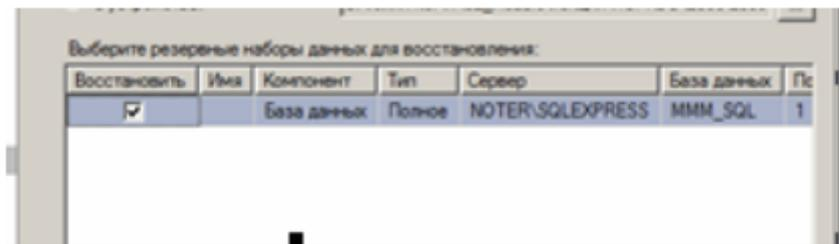

Рисунок 7- Выбор БД для восстановления
3. После определения файла-источника данных необходимо флажком выбрать базу данных для восстановления (рисунок 7).